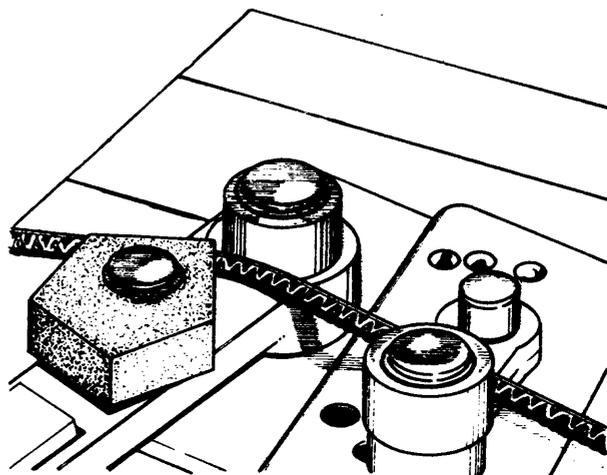

Fig. 4
- 4º paso *Ajuste la palanca, procurando que el dado graduable acople de plano sobre la cabilla (fig. 4).*